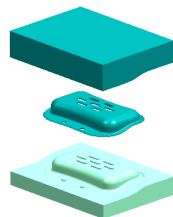

图 1.20 移动型芯
(2) 选择 **移动对象** 单选按钮, 沿 Z 轴负方向移动 100, 单击 **确定** 按钮, 结果如图 1.20 所示。